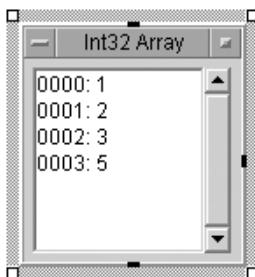

Рис. 3.1
1. Задать его так же как постоянную, выбрав в главном меню Data→Constant→Int32 Array/Int64 Array/Real64 Array (рис.3.1) и затем задав с клавиатуры необходимые значения.